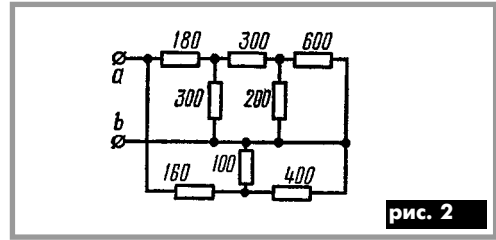

рис. 2
2. Найти сопротивление между зажимами а и b для схемы рис.2. Значения сопротивлений в омах даны на схеме.